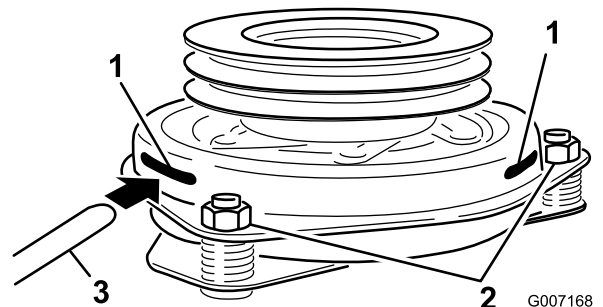

Figura 63
8. Introduzca una galga de 0,381–0,533 mm por una ranura de inspección en el lateral del conjunto. Asegúrese de ubicarla entre las superficies de fricción del rotor y el inducido (Figura 63).
9. Apriete las contratuercas hasta fijar ligeramente la galga pero dejando que ésta se pueda mover con facilidad en la separación (Figura 63).